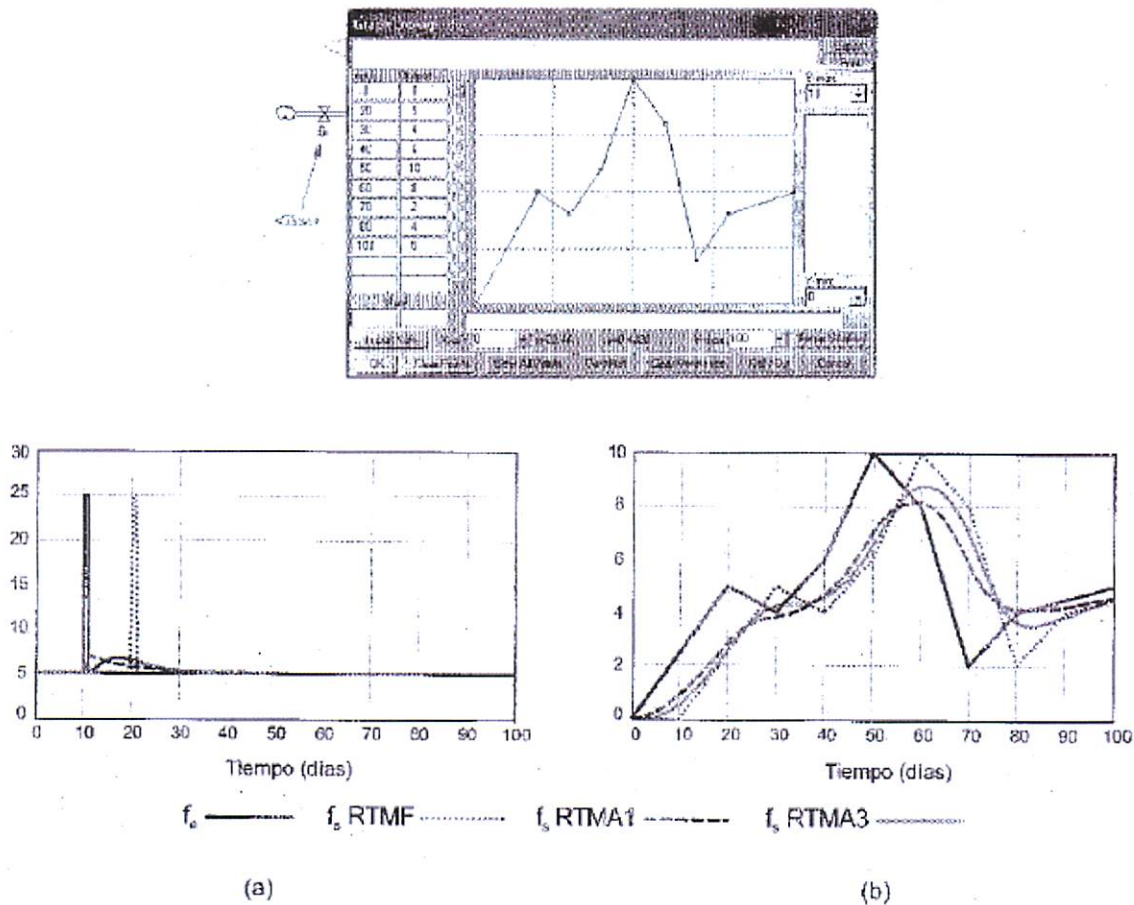

Figura 4.7: Ejemplos de flujos retrasados 10 unidades de tiempo utilizando las estructuras elementales RTMF, RTMA1 y RTMA3.
- **Ejercicio 4.1:** Programar en Vensim las estructuras elementales RTMF, RTMA1 y RTMA3 y utilizarlas para reproducir las gráficas de la Figura 4.7. En todos los casos se puede emplear un tiempo de integración de 0.1 unidades de tiempo. Para la primera experiencia se recomienda programar el flujo de entrada utilizando la sentencia $f_e = 5 + 20 \cdot \text{PULSE}(10,1)$ y para la segunda experiencia se recomienda programar el flujo de entrada como una tabla de nueve puntos en función de la variable Time, tal como muestra la siguiente captura de pantalla.